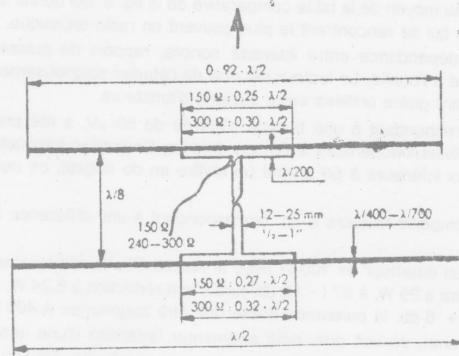

FIGURE 6. Dimensions complètes de l'antenne HB9CV.
3. La longueur électrique de la ligne de déphasage doit être de  $\lambda/8$ . Il est bien connu que la vitesse de propagation sur deux conducteurs parallèles et isolés est légèrement en-dessous de la vitesse de la lumière  $c$ , et vaut environ 0,9  $c$ . Lorsqu'on monte le dispositif en T ou Gamma dans le plan des éléments, exactement comme sur les fig. 6/7, la ligne de déphasage devient automatiquement plus courte de 10 % environ et a juste la bonne longueur électrique. On peut aussi utiliser un câble plat à 300 ohms ; sa vitesse de propagation vaut 82 à 86 % de  $c$ . Des câbles avec une résistance de propagation est trop faible et leur longueur électrique de ce fait trop élevée. Des essais ont montré que les variations de la longueur électrique de la ligne déphaseuse peuvent atteindre 10 % sans inconvénient notable.